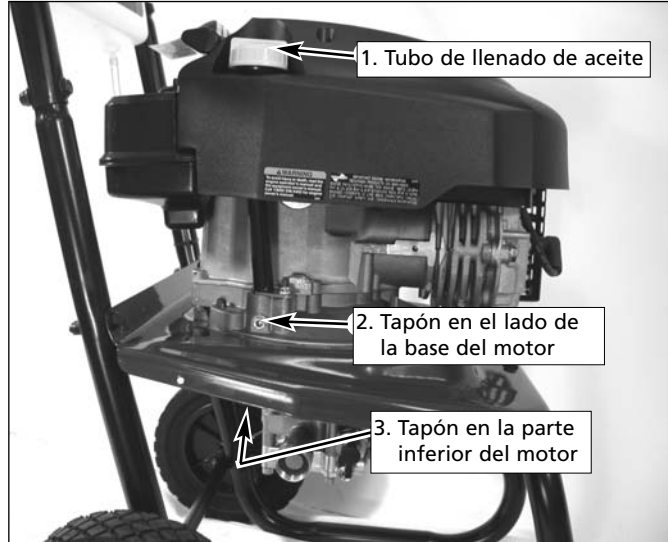

Figura 18 – Ubicaciones de los drenajes de aceite
2. Ubique, y si está accesible, quite el tapón de drenaje de aceite del motor (si el motor está equipado con un tapón de drenaje de aceite, este tapón está ubicado en una de las ubicaciones que se muestran en la Figura 18). Si el tapón de drenaje de aceite no está accesible o si el motor no está equipado con un tapón de drenaje de aceite, incline la unidad sobre su lado (Ver Figura 20) para drenar el aceite por el tubo de llenado de aceite (Ver Figura 18).